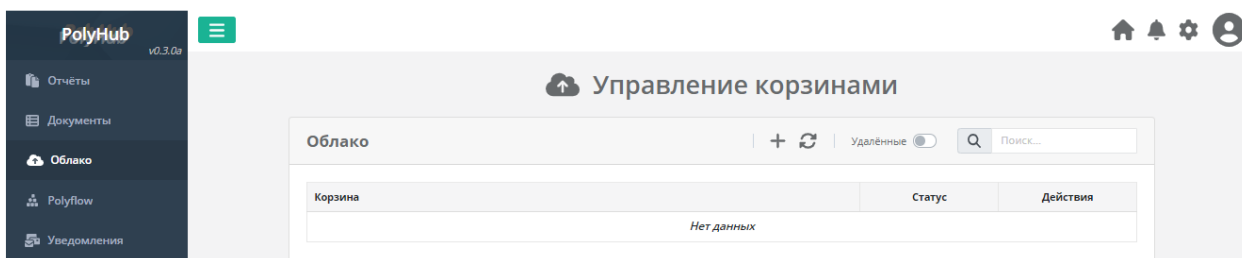

Рисунок 52. Список корзин
1) Для создания корзины, необходимо перейти на страницу «Управление корзинами», используя пункт «Облако» в левом меню, и нажать кнопку «Создать» (Рисунок 52).